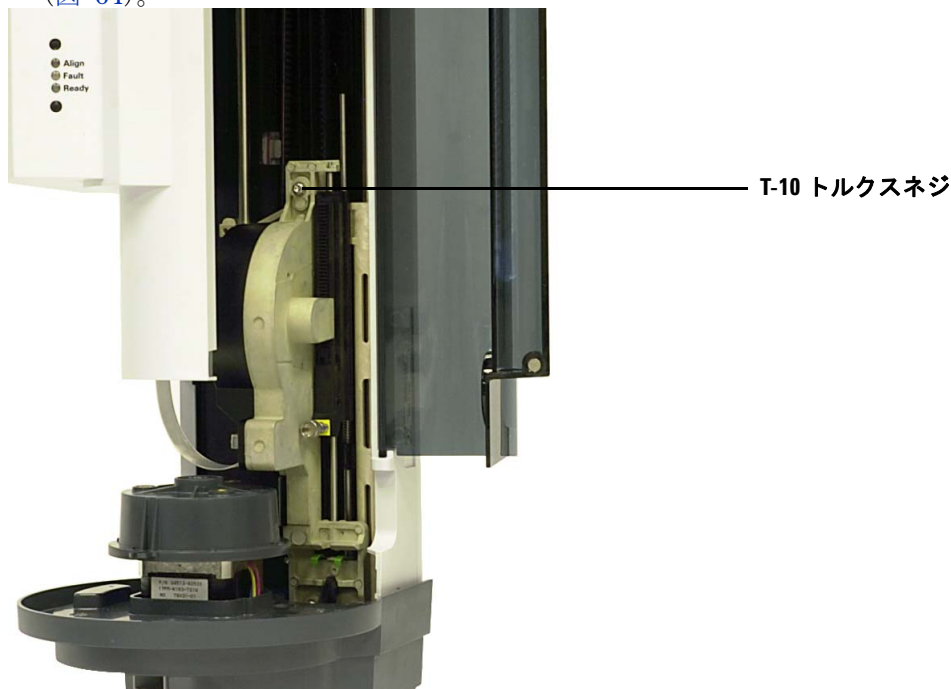

図 64 シリンジキャリアアセンブリ上部のネジを締める
- 11 シリンジキャリアアセンブリの上部の T-10 トルクスネジを完全に締めます (図 64)。